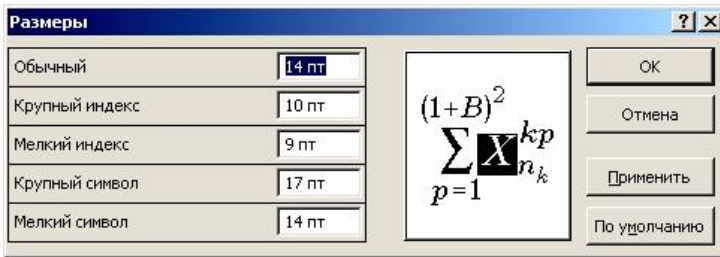

Рисунок 1
*Обычный размер* шрифта *Times New Roman* присваивают символам в большинстве полей с рекомендуемым размером 14 pt (рисунок 1).